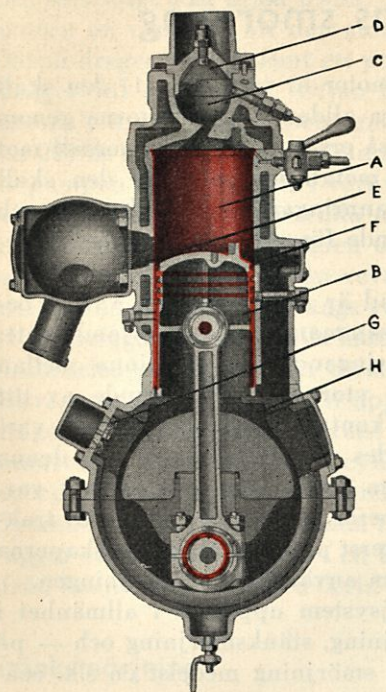

Bild 7.
Bild 7 åskådliggör arbets sättet hos en tvåtakts råoljemotor. Då kannan (B) befinner sig i sitt nedre vändläge, är cylindern (A) fylld med ren luft, vilken komprimeras under kannans uppåtgående rörelse, varvid samtidigt ren luft insuges i vevhuset (H) genom luftventilerna (G).